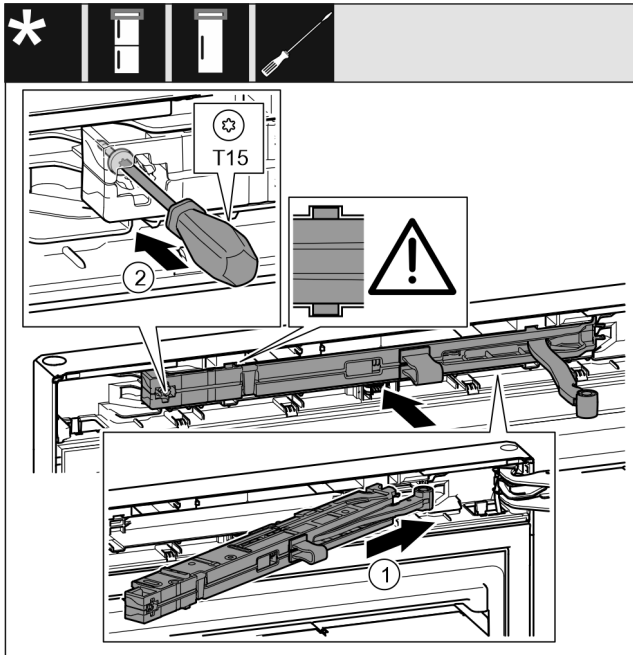

Fig. 30
- ▶ Під нахилом просуньте демпферний вузол Fig. 30 (1) з боку опорного кронштейна в отвір до упору.
- ▶ Закрутіть гвинт Fig. 30 (2) за допомогою викрутки.